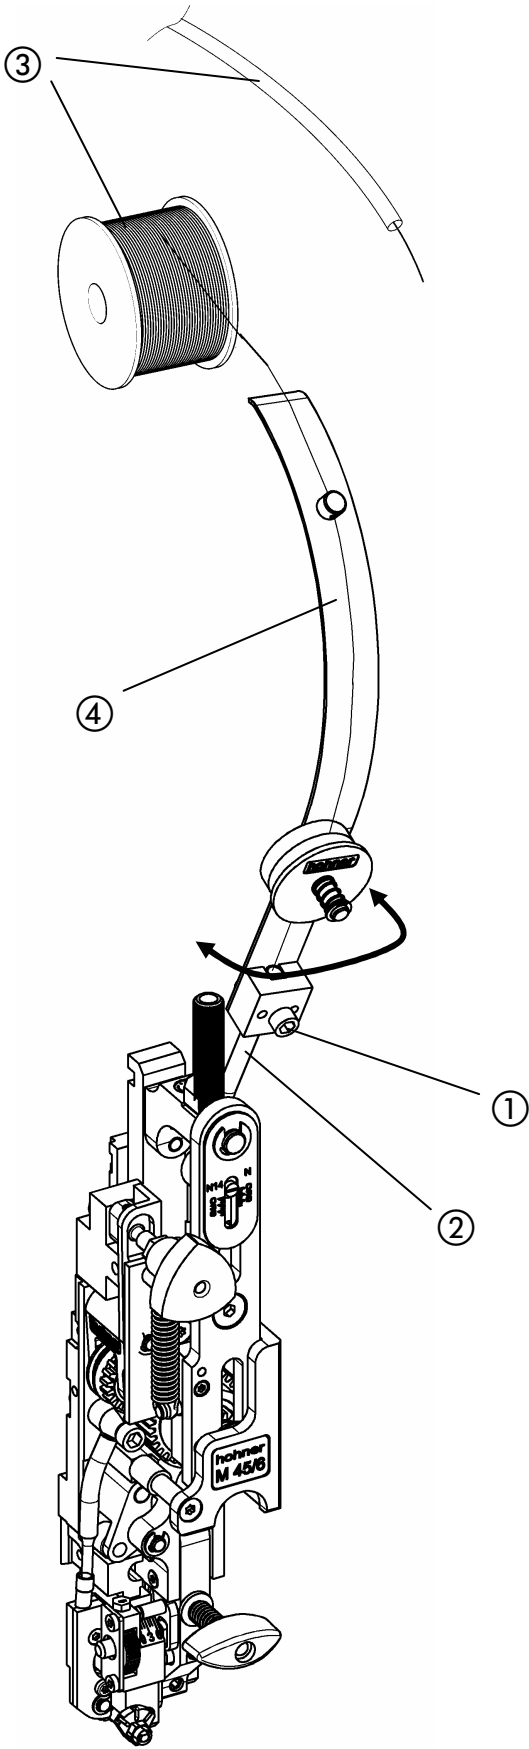

Fig. 5
- Fig. 5 -
- Aflojar el tornillo ① y colocar el gancho del alambre ④ en el tubo guía.
- Centrar el gancho ④ respecto al rollo de alambre, o al tubo guía ③, para garantizar el perfecto guiado del alambre.
- Fijar el gancho del alambre apretando el tornillo ①.